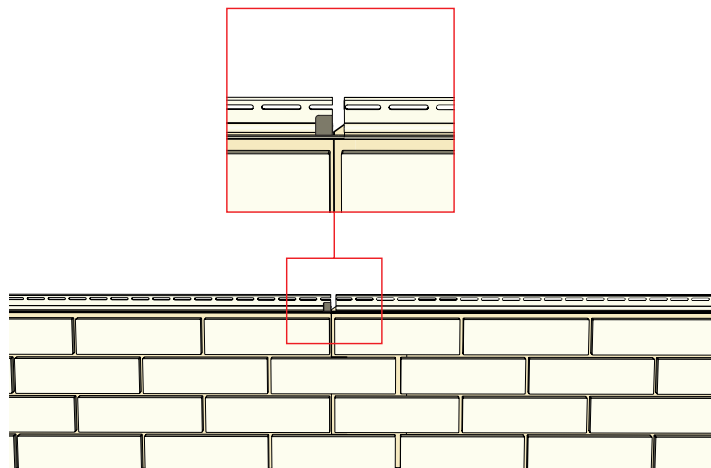

Рисунок 94
17.5 Для монтажа следующего ряда, обрежьте часть панели (пункт 17.2) и заведите ее в специальный вырез на замковой части (рис. 94), который расположен на верхнем замке с правой стороны. Если необходимо сделать новый вырез, следуйте пункту 17.6.